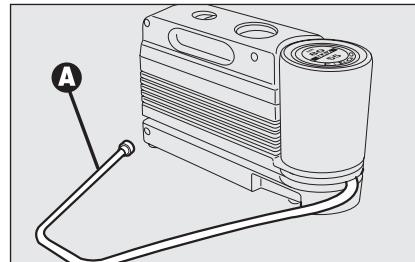
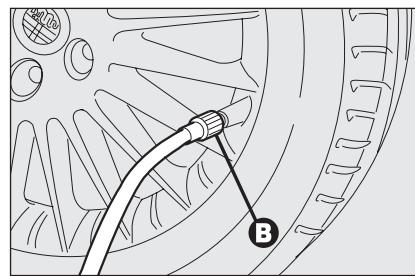

fig. 17
fig. 18
- afloje el capuchón de la válvula del neumático, saque el tubo flexible de llenado **A-fig. 17** y enrosque el casquillo **B-fig. 18** en la válvula del neumático;